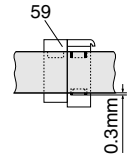

Fig. 8
- Effectuer le réglage fin de la hauteur de la tête au cours de la lecture avec la vis (Pos. 201) sur 0,3mm suivant Fig. 8.